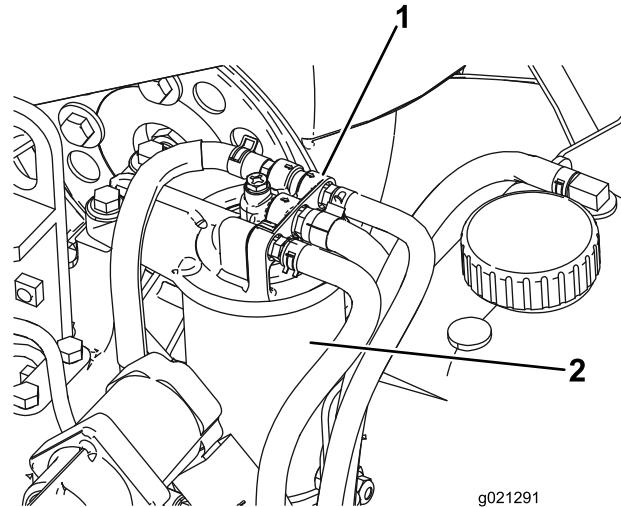

Рисунок 56
- Очистите поверхность вокруг головки топливного фильтра (Рисунок 56).
- Снимите фильтр и очистите монтажную поверхность головки фильтра (Рисунок 56).